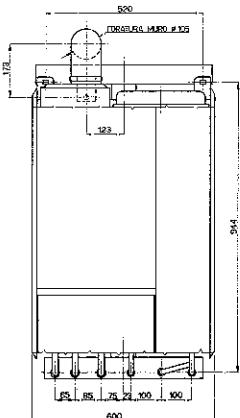

Fig. 4
- Praticare nel muro un foro Ø 105 mm. con pendenza verso l'esterno dell'1% secondo le figure 4 - 5